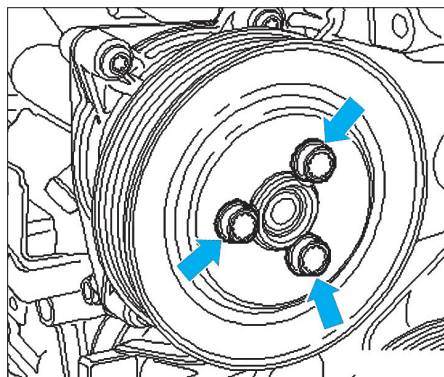

Fig. 23
- Déposer les vis de la poulie de la pompe de liquide de refroidissement puis l'extraire (Fig.23).